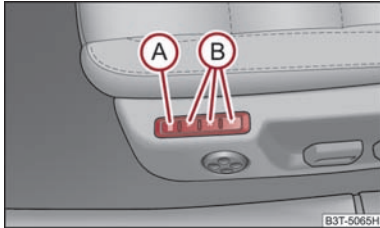

Abb. 71 Fahrersitz: Speichertasten und die SET-Taste
- Drücken Sie die Taste **SET** (A) ⇒ Abb. 71.
- Drücken Sie eine der Speichertasten (B) innerhalb 10 Sekunden nach dem Drücken der Taste **SET** - ein Quittierton bestätigt die Speicherung der Sitzeinstellung.
Memory für den Sitz bietet Ihnen die Möglichkeit, die individuelle Fahrersitz- und Außenspiegelposition zu speichern. Jeder der drei Speichertasten (B) ⇒ Abb. 71 kann eine individuelle Position zugeordnet werden, d. h. insgesamt drei. Nach dem Drücken der entsprechenden Speichertaste (B) werden der Sitz und die Außenspiegel automatisch in die Positionen gestellt, die dieser Taste zugeordnet worden sind ⇒ Seite 81.
- **Memory-Tippautomatik:** drücken Sie kurz die gewünschte Speichertaste  ⇒ Abb. 71. Der Sitz und die Außenspiegel werden automatisch in die abgespeicherten Positionen gefahren (das gilt nur, wenn die Zündung eingeschaltet und die Geschwindigkeit kleiner als 5 km/h ist).